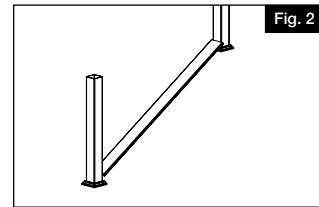

Fig. 2
- b. Placer temporairement une planche de terrasse de 5/4 po (31,8 mm) sur les marches de l'escalier pour déterminer l'espacement entre le nez des marches et la lisse (Fig. 2).